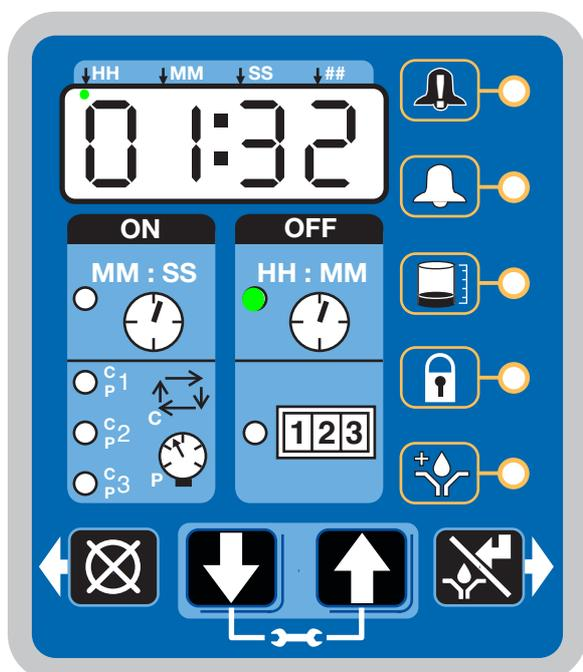

FIG. 41
Dopo aver completato la configurazione, l'unità G3 inizia automaticamente a eseguire la sequenza del tempo di SPEGNIMENTO (FIG. 41).
- L'esempio fornito in FIG. 41 mostra un Tempo di SPEGNIMENTO di 1 ora e 32 minuti prima che inizi il ciclo di lubrificazione.
- Quando il Tempo di ACCENSIONE raggiunge lo zero, la pompa si spegne nuovamente e il sistema esegue nuovamente un ciclo di Tempo di SPEGNIMENTO e il LED del Tempo di SPEGNIMENTO si illumina nuovamente (FIG. 41).